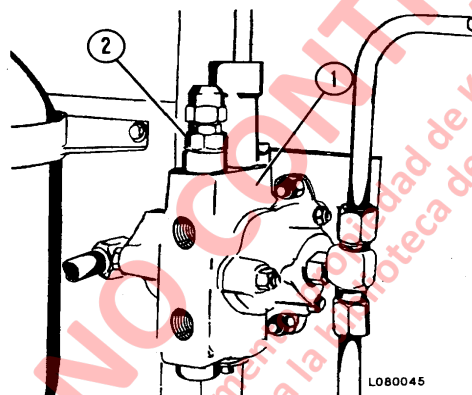

FIGURA 10-6. VALVULA DE ALIVIO SIN ENERGIA
- a. Retire la tapa de la válvula de alivio sin energía (2, Figura 10-6).